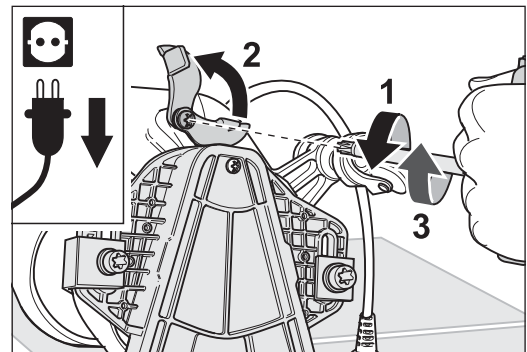

Fig. 30 Desenroscar los tornillos, girar la chapa tensora de la correa y volver a enroscar los tornillos.
- 3 Desenrosque los tornillos de la chapa tensora de la correa con la llave múltiple, gírela hacia atrás y vuelva a apretar el tornillo (Fig. 30).